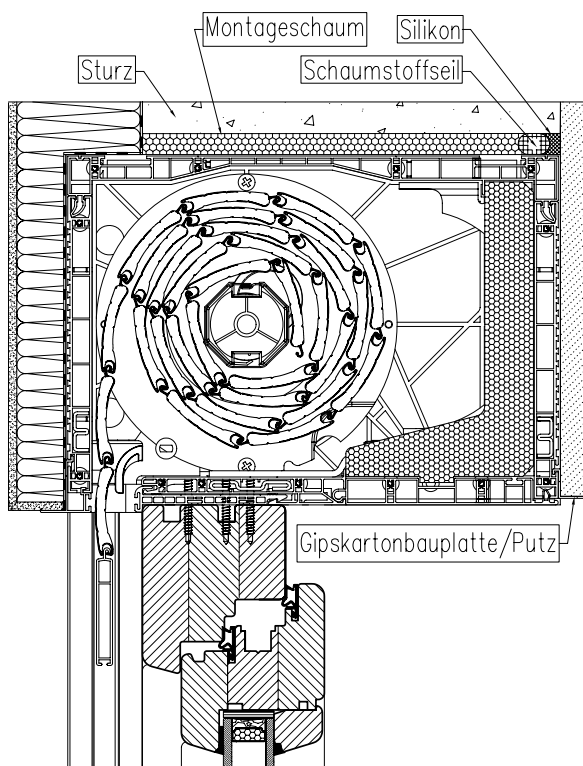
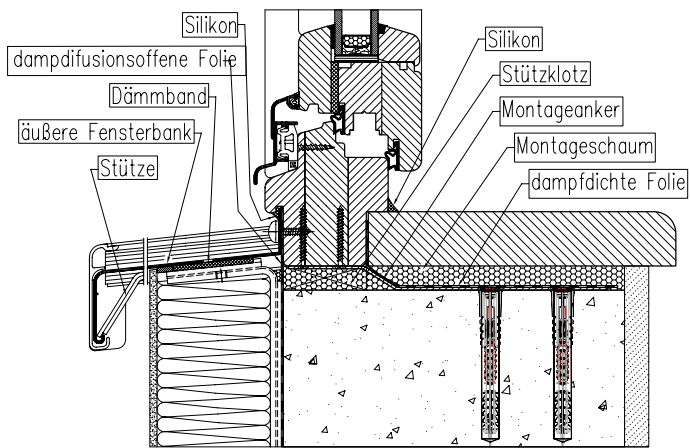

Abb. 7 . Die Verbindung des Fensters mit einem Aufsatzrolladenkasten
Abb. 8. Die Abdichtung und Fenstersturzbearbeitung
11. Den unteren Teil des Blendrahmens, auf der Außenseite des Raumes, kann zusätzlich abgedichtet werden, indem eine dampfdiffusionsoffene Folie zwischen dem unteren Fensterrahmen und dem Mauerwerk aufgeklebt wird (Abb. 8, S. 11). Ein Beispiel für die Montage eines Fensters mit einem Aufsatzrolladenkasten, der zwischen dem Fenster und dem Sturz montiert wird, ist in (Abb. 7, S. 10) dargestellt.